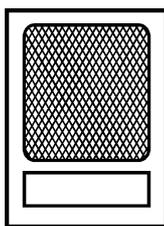

Рис. 2. Воздушный фильтр
- Возьмитесь за ручку-выемку на фильтре (рис.2), потяните вниз, а затем с усилием потяните на себя.